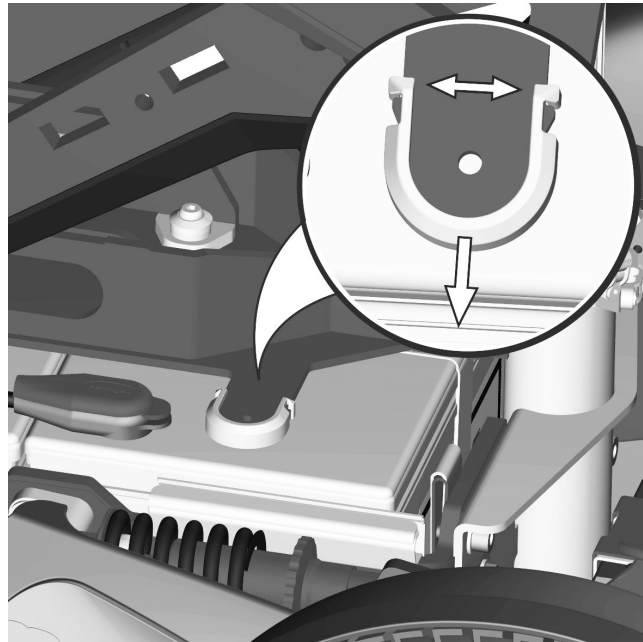

Abbildung 96. Verpolungsschutz der AP-Sitzhöhenverstellung
1. Verpolungsschutz montieren. Verpolungsschutz fest an die AP-Sitzhöhenverstellung drücken. Siehe Abbildung. 96.